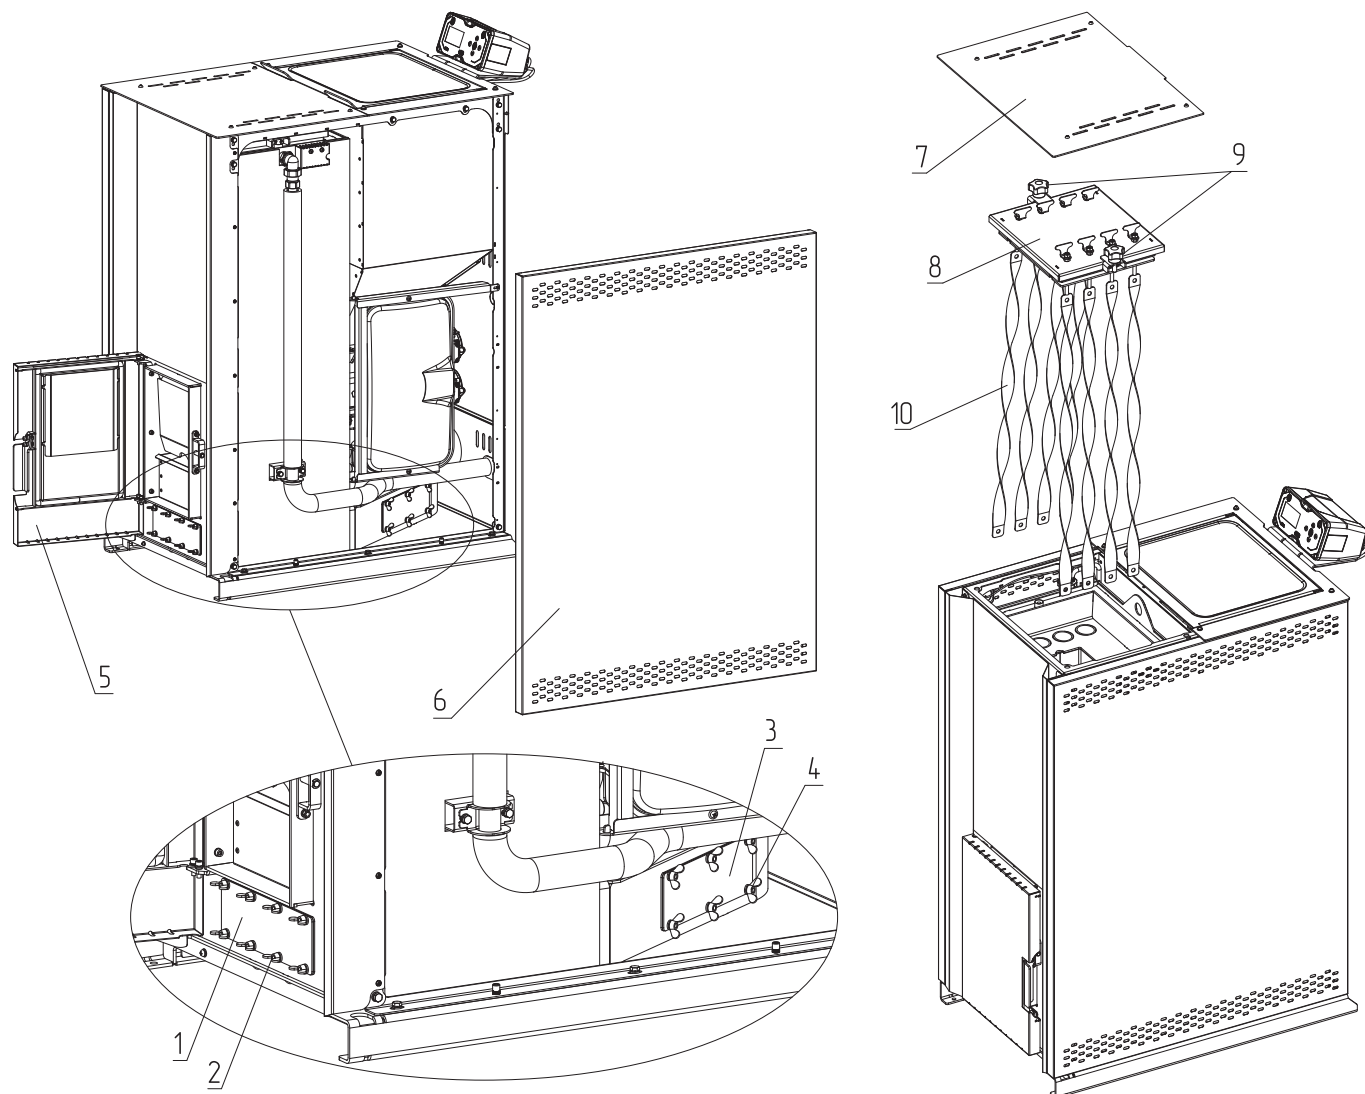

Рис. 14 Чистка теплообменника
Дымление через турбулизаторы	Дымление через турбулизаторы (Рис. 14, поз. 10) , установленные в крышке теплообменника, может быть кратковременным при плохой тяге или после отключения электроэнергии, когда котел был в работе
1. Снимите крышку котла (**Рис. 14, поз. 7**);
2. Открутите два барашковых болта (**Рис. 14, поз. 9**) и снимите заглушку (**Рис. 14, поз. 8**) вместе с турбулизаторами (**Рис. 14, поз. 10**);
1. Открутите гайки барашковые (**Рис. 14, поз. 2, поз. 4**) с прочистных заглушек (**Рис. 14, поз. 1, поз. 3**);
2. Снимите заглушки (**Рис. 14, поз. 1, поз. 3**);